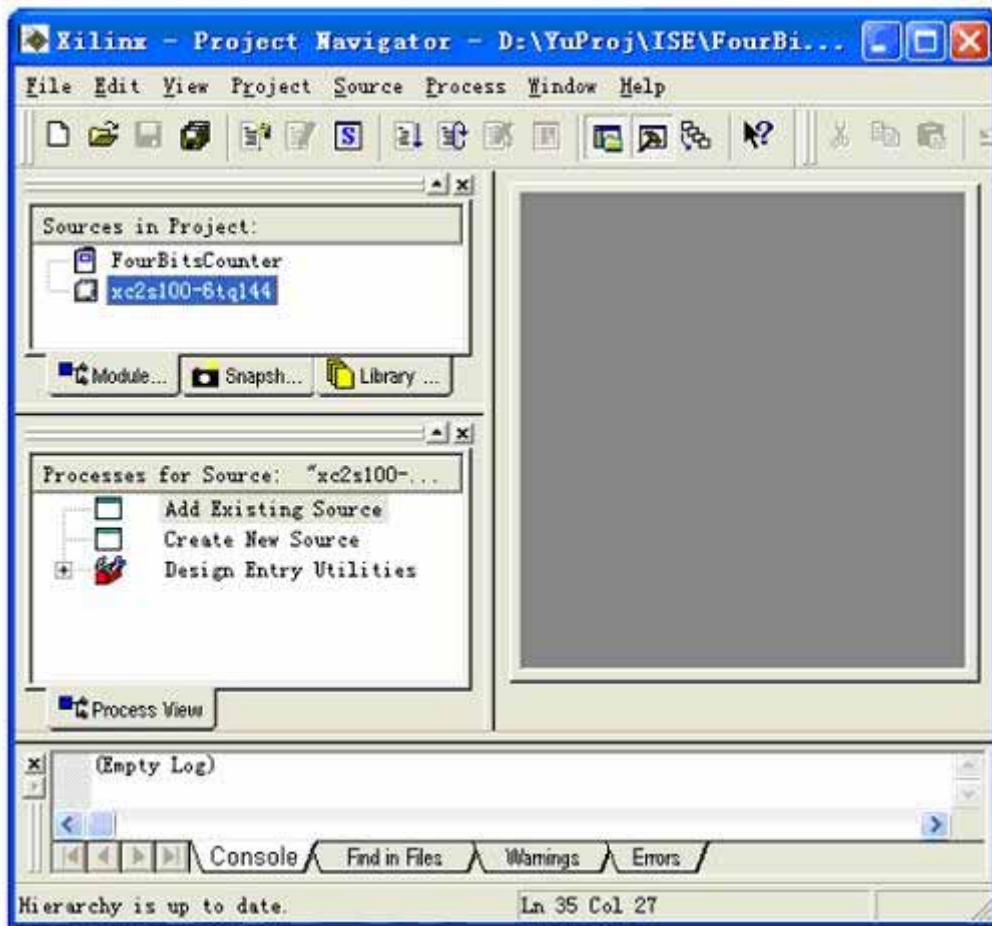

图 4 创建新工程后的ISE 界面
Step5. 这时的界面如图 4 所示，这里需要关注的是界面左上角出现的小框为我们所有的源文件的管理窗口，在其下面的窗口为我们选择不同的源文件时其所有可能操作的显示窗口；右半部分窗口为我们设计输入代码的窗口；下面的窗口为编译等信息的显示窗口。这里与以前版本不同的地方在于编译输入窗口这里将Warnings 和Errors 可以分开显示。我们可以在输入不同文件后选中不同的文件，看看进程窗口中的变化。这样，我们新建了一个工程，下一步就要在工程中输入一些设计文件来实现我们的设计。